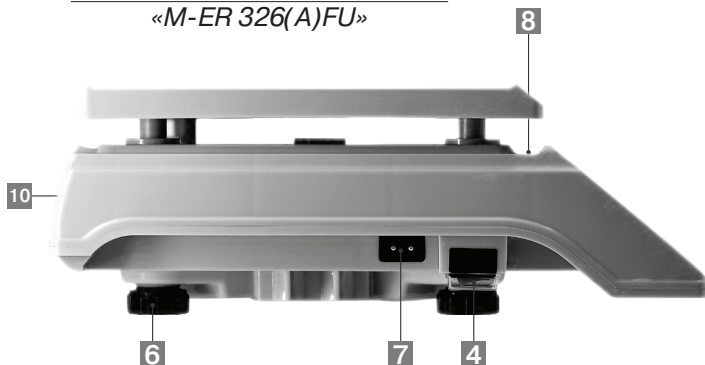

*Рис. 1. Весы электронные
Общий вид весов М-ER 326(A)(D)F(L)(U) приведен на рис. 1, 1а.